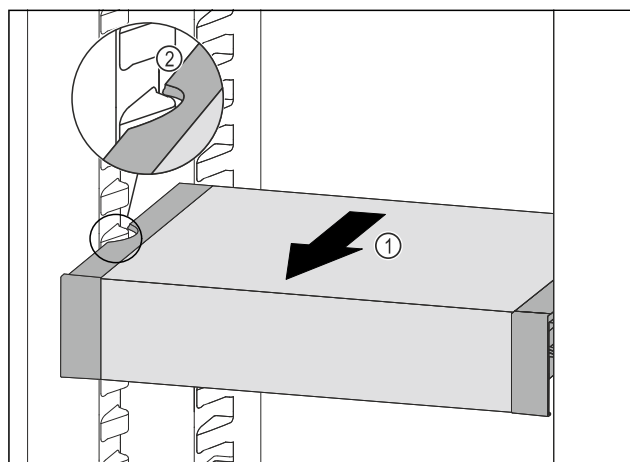

Fig. 113
- Húzza előrefelé a VarioSafe fiókot annyira Fig. 113 (1), hogy a VarioSafe oldalsó kivágásai a hűtőrészben a tartó-borda magasságában legyenek. Fig. 113 (2)